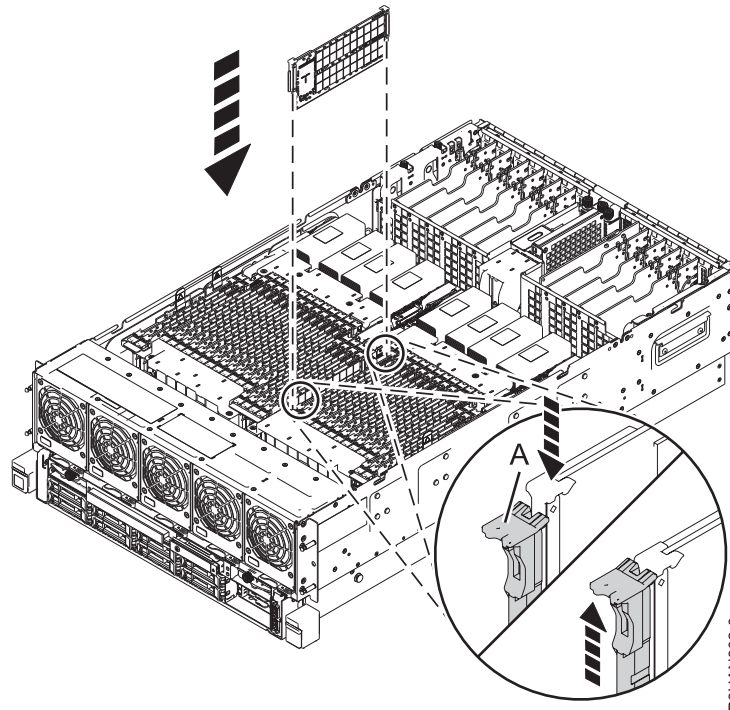

Abbildung 6. Speicher bei einem System vom Typ 8408-44E oder 8408-E8E installieren oder austauschen
6. Drücken Sie den Speicher fest in den Steckplatz, bis die Verriegelungszunge (A) einrastet. Siehe Abb. 6 auf Seite 9.